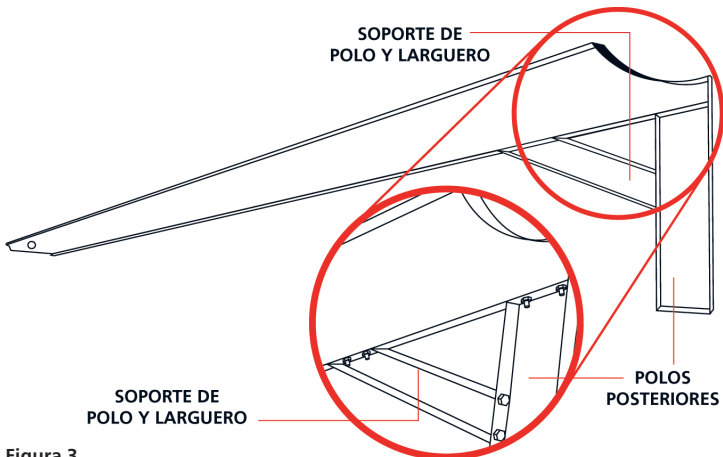

Figura 3
2. Colocar los polos posteriores, y enseguida los soportes de polo y larguero, como se muestra en la figura 3.